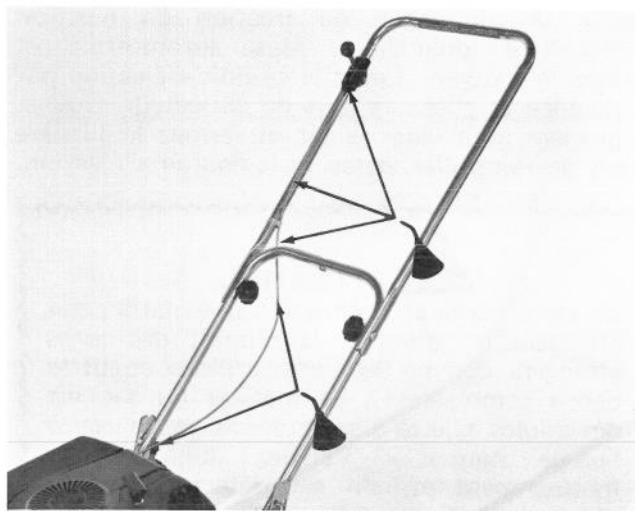

Figure 17
2. Les câbles des commandes des gaz et de traction doivent être lubrifiés après toutes les 25 heures d'utilisation ou à la fin de la saison de tonte, selon la première occurrence. Appliquez de l'huile légère sur le câble (Fig. 17), surtout là où il se plie. Injectez également de l'huile sur le câble, à l'endroit où il pénètre dans la gaine de la commande et la boîte de jonction. Actionnez les commandes pour répandre l'huile. Essuyez tout excès d'huile.